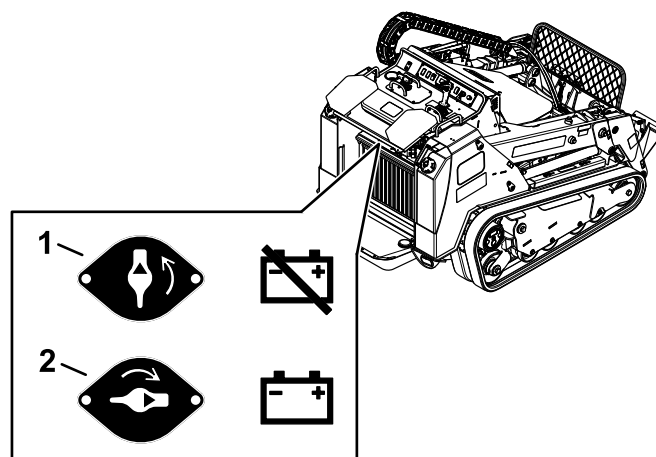

Figure 60
- Pour mettre la machine sous tension, tournez le coupe-batterie dans le sens horaire à la position **SOUS TENSION** (Figure 60).
- Pour mettre la machine hors tension, tournez le coupe-batterie dans le sens antihoraire à la position **HORS TENSION** (Figure 60).